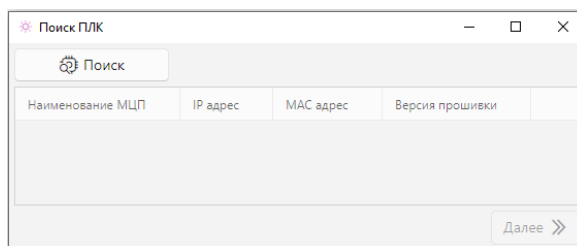

Рисунок 9.1.2 – Поиск ПЛК
- c. По окончании поиска выберите нужное устройство из списка обнаруженных и продолжите процедуру подключения кнопкой **Далее** (см. рисунок 9.1.2).